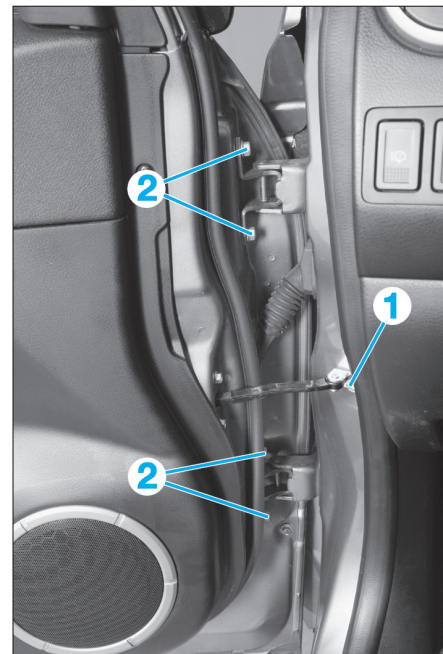

FIG. 48
- Déposer la vis de fixation (1) du tirant de porte (Fig.48).
- Déposer les vis de fixation (2) des charnières de portes.